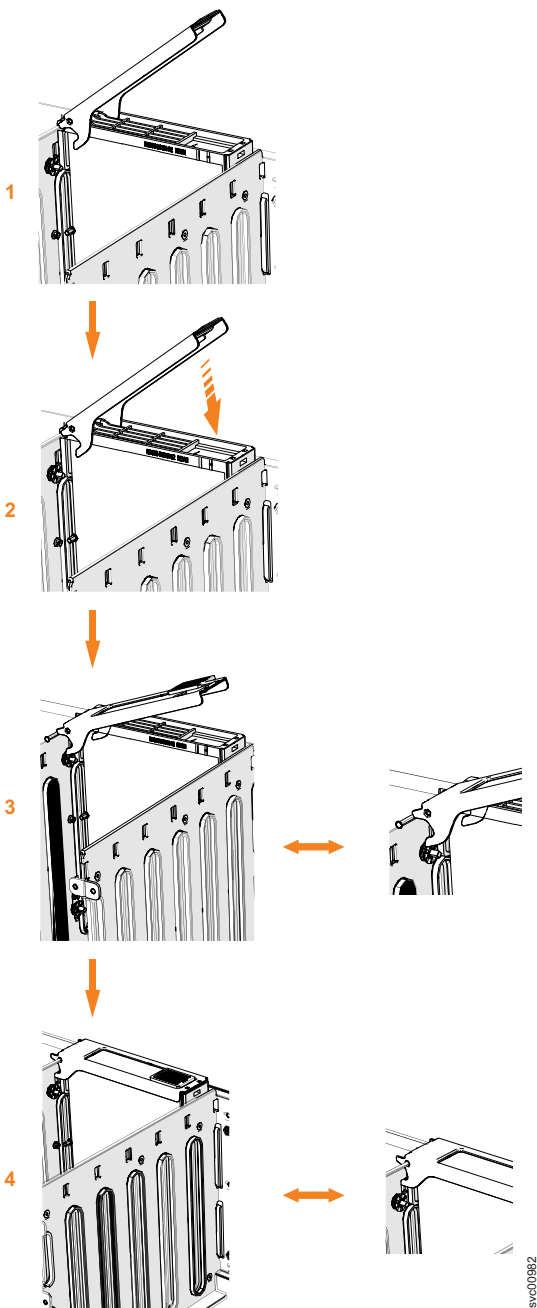

Figura 85. Substituir a unidade
6. Certifique-se de que a alça da unidade (**1** em Figura 85 na página 84) da montagem da unidade esteja na posição aberta (destravada).
8. Empurre levemente a unidade para baixo até que ela pare e a parte inferior da trava esteja alinhada com a parte superior da partição. Assegure-se de que a alça não esteja aberta mais do que 45 graus da transportadora de unidade. (**2** em Figura 85 na página 84).
9. Gire a alça para baixo para travar o conjunto de unidades no chassi (**3** em Figura 85).
11. Assegure-se de que a ponta superior da trava também esteja totalmente encaixada (**4** em Figura 85 na página 84).